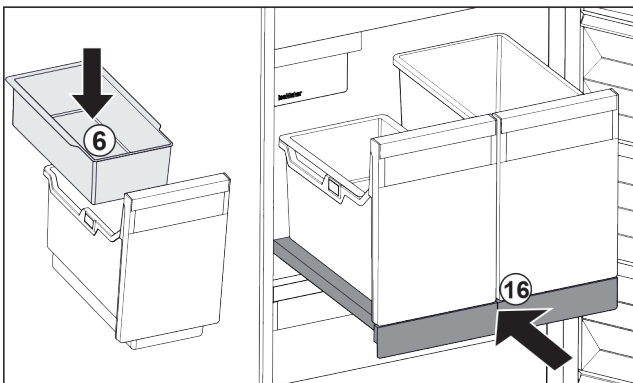

Fig. 25
- ▶ Installer le balconnet Fig. 25 (6) pour glaçons.
- ▶ Rentrer le compartiment coulissant avec le bac (IceTower). Fig. 25 (16)